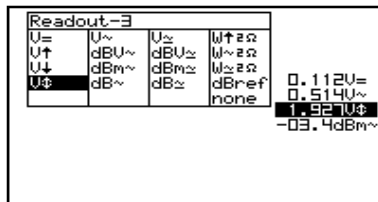

Fig 23
6. Usare i tasti freccia per selezionare la funzione di lettura che deve estrarre il readout meter3 (**Fig. 23**).